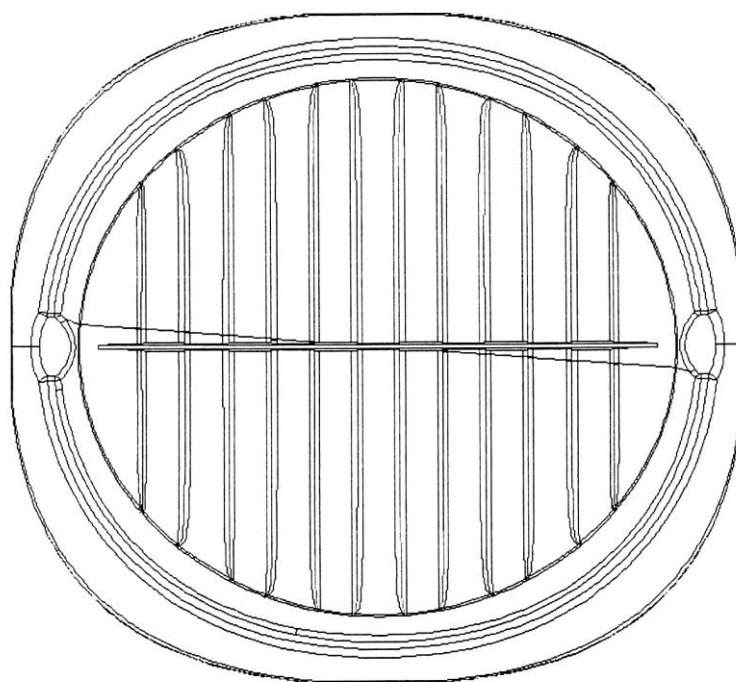

Fig. 18
- fig. 18 - odmianę 3 butelki w widoku z dołu.